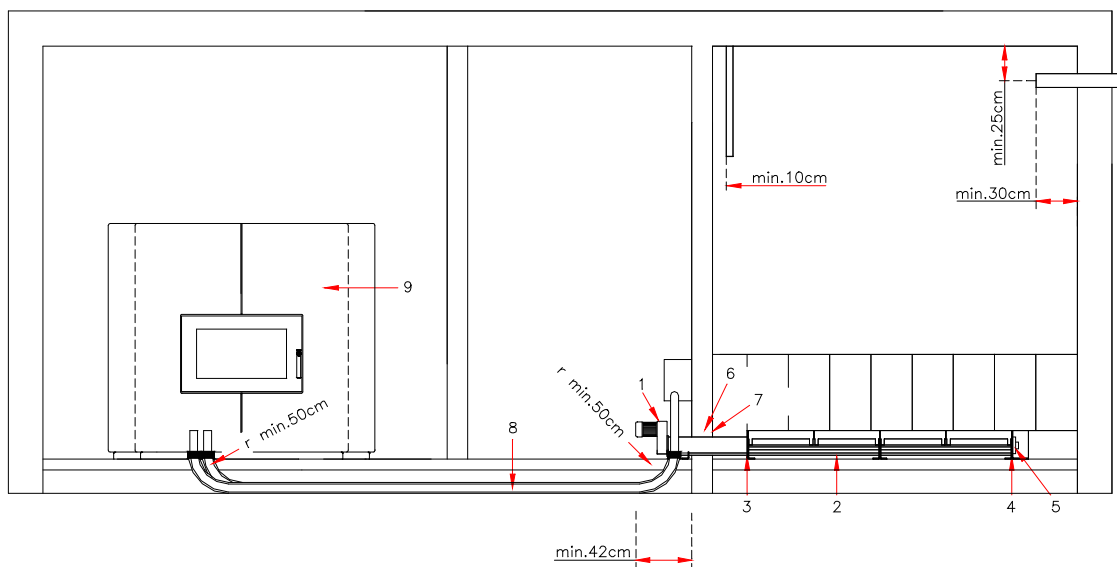

Fig.:2
1. Introduisez l'unité d'entraînement (1) Fig. 2 de la vis d'extraction par l'ouverture du mur du local de stockage.
2. En fonction de la longueur de vis, assemblez les rallonges de vis sans fin y compris les aubes (2) Fig. 2 depuis le fond du local de stockage vers l'unité d'entraînement (1) Fig. 2. Assemblez les rallonges de vis de manière à ce que les hélices soient contiguës. Ensuite, vissez fermement ensemble les aubes par les brides à l'aide des vis M 8 x 30 (3) Fig. 2 et des rondelles frein. Veillez à ce que les aubes soient vissées ensemble sans ressauts intérieurs. Visser le couvercle de fond avec palier d'entraînement (4) Fig. 2 sur la bride à l'extrémité de la vis d'extraction.
5. Disposez la vis sans fin de manière à ce qu'au moins 42 cm de l'unité d'entraînement (voir Fig. 2) dépassent du mur du local de stockage.
7. Remplissez l'ouverture du mur (6) Fig. 2 avec de la laine de roche. Fermez l'ouverture avec les tôles de recouvrement (7) Fig. 2 à l'intérieur et à l'extérieur.
1. Raccordez les tuyaux d'aspiration (8) Fig. 2 de l'extracteur du réservoir tampon (9) vers un des manchons de la vis d'extraction. Posez le tuyau d'aspiration du réservoir à la vis avec des rayons de courbure aussi grand que possible.